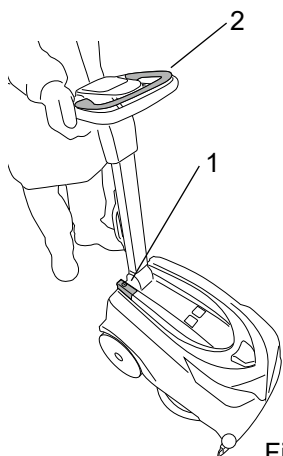

Fig.14
- Varsellampe for strømforsyning (modell med ledning) (fig. X - ref. x): gul farge, varsler at maskinens strømkabel er koblet til strømmettet og at hovedbryteren er trykket inn (fig. 14 - ref. 1).